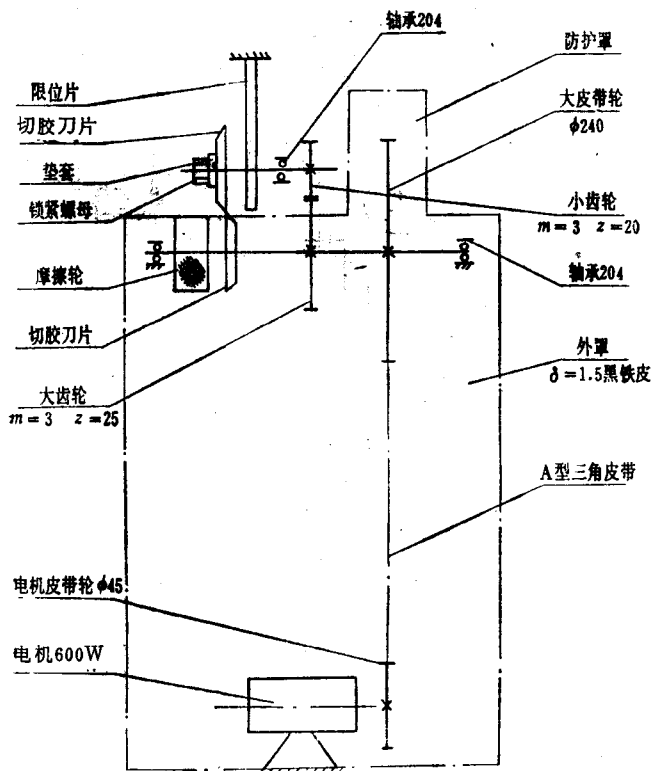

图 4—2 削胶机
岳阳工务段目前修补胶垫厂房，系利用机务段旧厂房，厂房总面积约 100 平方米，可年产大胶垫 10 万块，小胶垫 5 万块。厂房布置如图 4—1 所示。如属独立的工厂，则应考虑增加办公室、学习室、厕所、洗澡间等。
1. 削胶机，也称裁条机，其示意图见图 4—2。
2. 磨胶机：示意图见图 4—3。